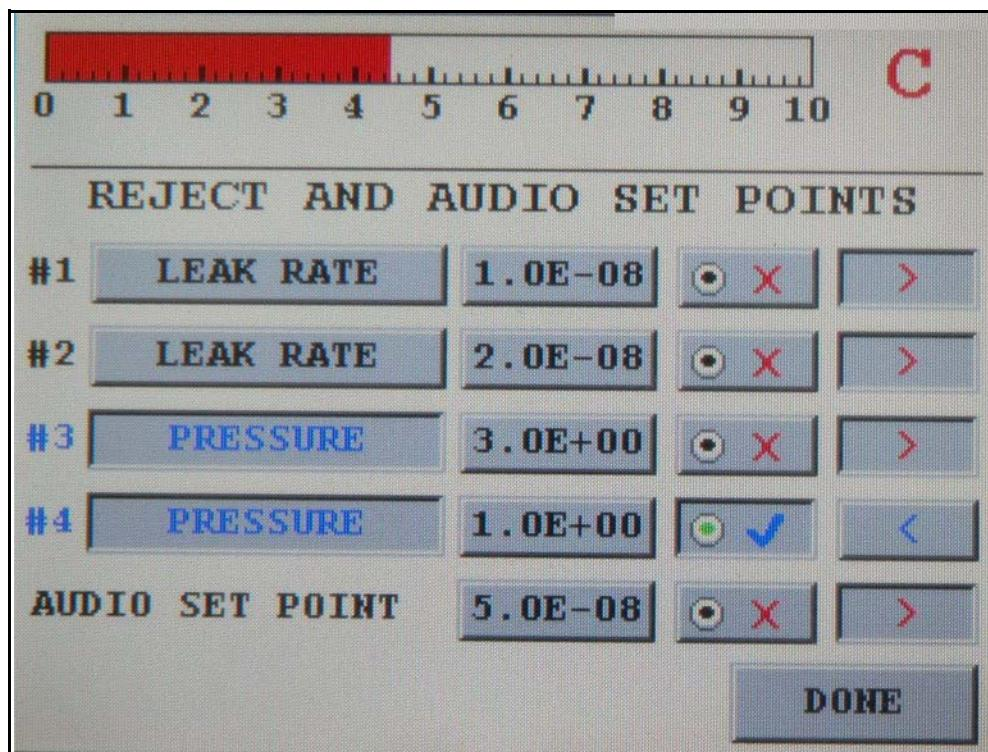

图 2-8 拒绝和音频设置点
出现“Reject and Audio Set Points”屏幕（第 2-22 “页图 2-8”）。使用此屏幕：
- 第 2-22 “页图 2-8 中示有四个拒绝设置点: